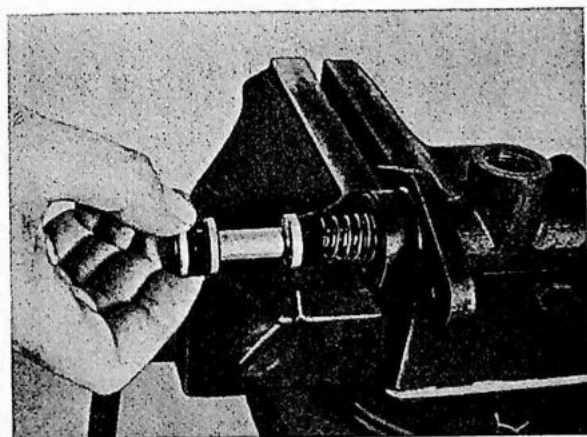

Fig. 5-41. Het monteren van de primaire zuiger
Wees voorzichtig bij de montage van de cups in de cylinder. Monteer de nieuwe primaire zuiger (Fig. 5-41). Druk de zuiger in en monteer ring (11) en borgveer (12).
3. Controleer of het gat voor de aanslagbout vrij is en monteer de bout (18) en de pakkingring (17). Het aanhaalkoppel moet 1,3 kgm (9,5 lb.ft.) zijn.